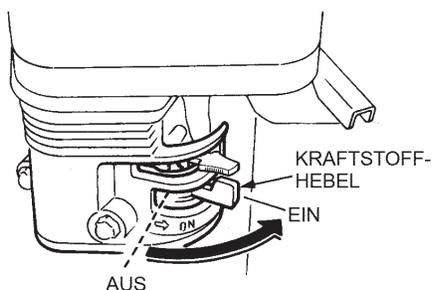

Abbildung 8. Kraftstoffventilhebel des Motors
1. Den **Kraftstoffventilhebel** des Motors (Abbildung 8) in die Stellung „**EIN**“ bringen.